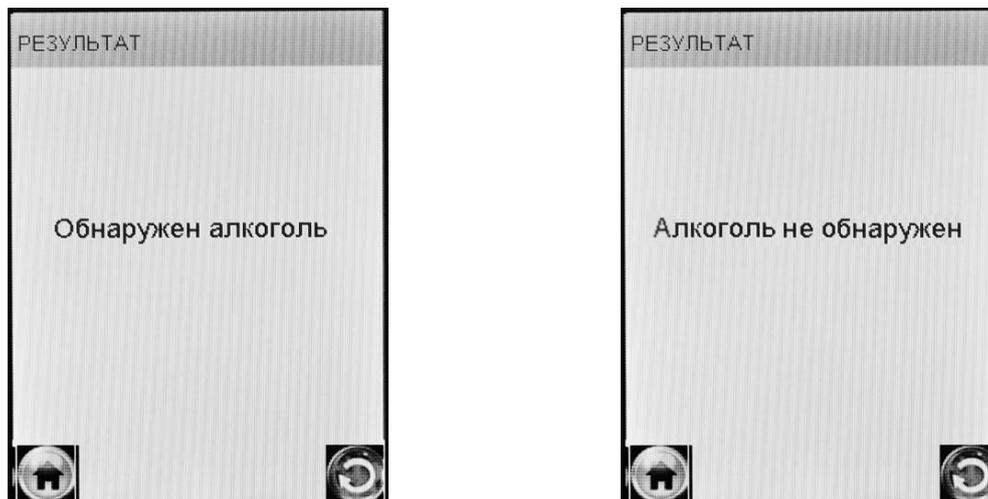

Рисунок 25 – Результаты теста в режиме скрининга
2.11.7 В зависимости от результата тестирования на экране анализатора появляется одно из двух сообщений (рисунок 25).